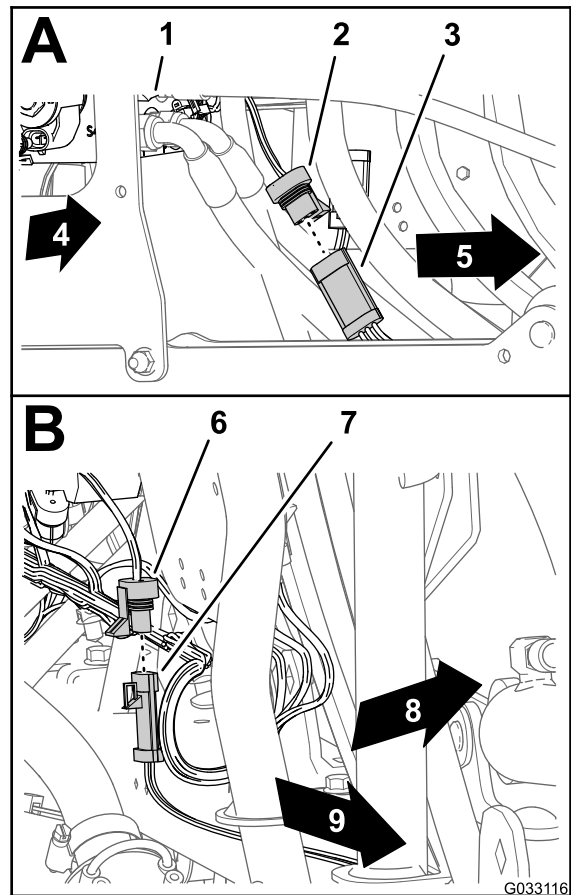

Figura 144
1. Ligue o conector de três tomadas da cablagem do Sonic Boom ao conector de três pinos do cabo para o sensor Ultra Sonic direito (A de Figura 144).
2. Ligue a tomada de três pinos da cablagem do Sonic Boom do conector de três pinos do cabo para o sensor Ultra Sonic esquerdo (B de Figura 144).